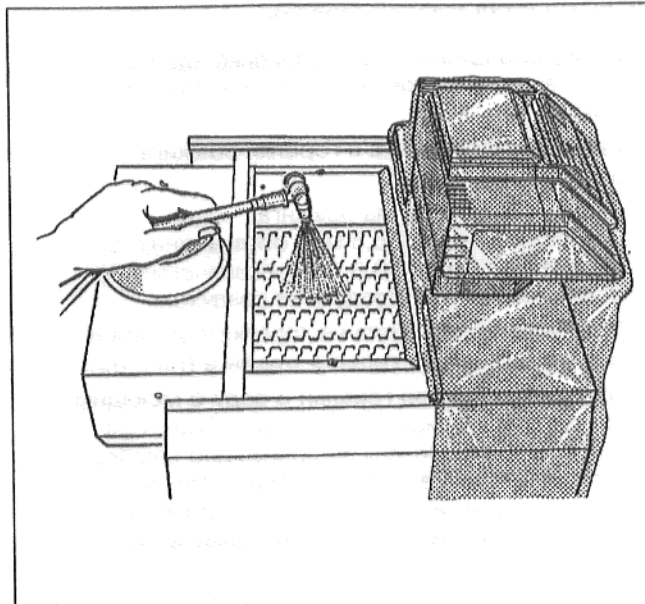

Рис. 32: Очистка распылителем
- Впрыснуть распылительное средство сверху равномерно в газоходы дымового газа (Рис. 32).